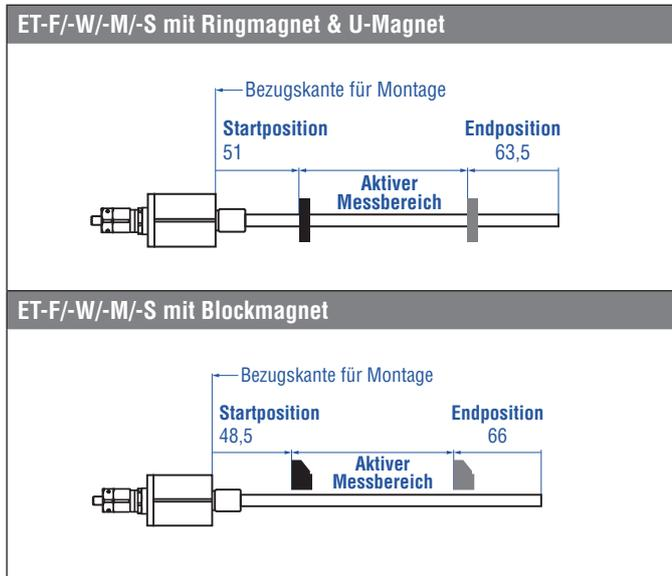
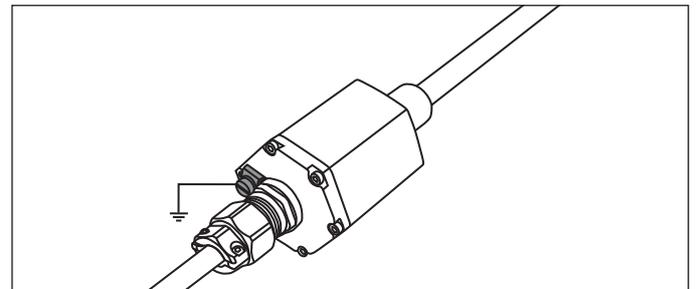
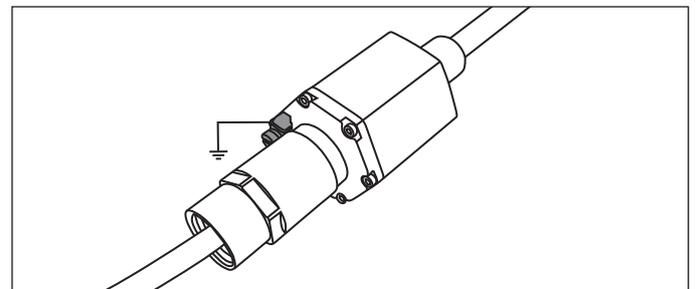

Abb. 13: Start- und Endpositionen der Magnete
Abb. 14: Erdung über Erdungslasche (Ausführung A, N)
Abb. 15: Erdung über Erdungslasche (Ausführung E)
- Montieren Sie Blockmagnete zentriert über dem Messstab oder dem Sensorprofil. Maximal zulässigen Luftspalt nicht überschreiten (Abb. 13/Abb. 14). Installieren Sie den Sensor so, dass der Sensorstab/das Sensorprofil parallel zur Bewegungsrichtung des Magneten ausgerichtet ist. Damit vermeiden Sie Beschädigungen an Magnetmitnahme, Magnet und Sensorstab.
Verbinden Sie das Sensorelektronikgehäuse mit der Maschinenmasse. Erden Sie den Sensortypen ET Ausführung A (mit ATEX-/UK Ex-/IECEX-/CEC-/NEC-/CCC-Zulassung) über die Erdungslasche wie in Abb. 14 dargestellt. Erden Sie den Sensortypen ET Ausführung N (ohne Ex-Zulassung) über die Erdungslasche wie in Abb. 14 dargestellt oder über das Gewinde. Erden Sie den Sensortypen ET Ausführung E (mit ATEX-/UK Ex-/IECEX-/CEC-/NEC-/CCC-Zulassung) über die Erdungslasche wie in Abb. 15 dargestellt.